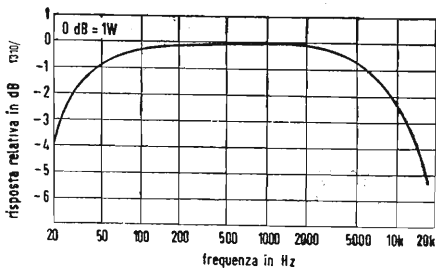
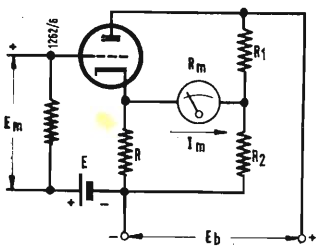

Fig. 3 - Curva di risposta dell'amplificatore « Hi-Fi ».
Fig. 2 - Voltmetro elettronico a resistenza di carico nel circuito catodico e compensazione tramite resistenza.
Fig. 2 - Circuito di un amplificatore « Hi-Fi » di tipo economico $C_1 = 250 \mu\text{F}$, elettrolitico, 150 V; $C_2-C_3 = 40 \mu\text{F}$, elettrolitico, 150 V; $C_4-C_5-C_{12} = 0,01 \mu\text{F}$ carta; $C_6-C_7 = 0,005 \mu\text{F}$ carta; $C_8 = 0,001 \mu\text{F}$ carta; $C_9 = 25 \mu\text{F}$, elettrolitico, 10 V; $C_{10} = 0,082 \mu\text{F}$ carta; $C_{11} = 0,03 \mu\text{F}$ carta; $C_{13} = 0,02 \mu\text{F}$ carta; $F =$ fusibile 3 A; $J =$ entrata schermata per pick-up a cristallo o ceramica ad alta impedenza; $R_1 = 5,6 \Omega$, 10 W; $R_2 = 1200 \Omega$, 2 W; $R_3 = 22 \Omega$; $R_4-R_5 =$ regol. tono 2 M Ω ; $R_6 = 130000 \Omega$; $R_7 = 220000 \Omega$; $R_8-R_{11} = 47000 \Omega$; $R_{12} = 120000 \Omega$; $R_{13}-R_{15} =$ regol. volume 1,5 M Ω con prese a 250.000 e 500000 Ω ; $R_{16} = 56 \Omega$; $R_{17}-R_{18} = 470000 \Omega$; $R_{19} = 100000 \Omega$; $R_{20} = 5600 \Omega$; $R_{21} = 3,9 \text{ M}\Omega$; $R_{22} = 23 \Omega$, 1 W; $T =$ trasformatore d'uscita, impedenza prim. da placca a placca 6000 Ω , impedenza sec. adattata al carico. Nota: I punti YY servono per il collegamento dei filamenti del secondo canale stereofonico non rappresentato. Se non altrimenti specificato tutte le resistenze devono essere per 0,5 W ed i condensatori per 400 V.
La fig. 2 rappresenta il circuito di un amplificatore « Hi-Fi » che impiega nello stadio finale in push-pull due valvole 50EH5 funzionanti in classe AB₁. Nonostante che esso sia stato progettato come un complesso stereofonico si è rappresentato per semplicità uno solo dei due canali, per il secondo canale si vedono solo i collegamenti dei filamenti. Nel funzionamento in stereofonia le regolazioni del volume e del tono (alti e bassi separatamente) avvengono con le stesse manopole nei due canali. Il punto + B del circuito è comune ai due canali perciò l'interruttore, il fusibile, il radiodritizzatore, il condensatore C₁ del filtro e la resistenza R₁ in serie servono per ambedue i canali. A partire dalla resistenza R₂ il secondo canale ha l'alimentazione identica a quella del primo. Per ragioni di sicurezza il condensatore C₁₀ può essere usato solo in un canale, nel secondo canale lo schermo deve essere collegato direttamente alla massa. La sensibilità dell'amplificatore è di 250 mV in entrata per 2,5 W in uscita. Perciò esso può essere usato con le teste fonografiche stereofoniche, che hanno una tensione in uscita per ogni canale un po' minore di quella di una testa monofonica, oppure con quasi tutte le teste in cristallo e in ceramica. Nella fig. 3 si vede la curva di risposta dell'amplificatore in funzione della fre-
2. Tubo in cui la resistenza di carico si trova nel circuito del catodo, l'equilibratura del ponte si effettua tramite una resistenza (fig. 2);